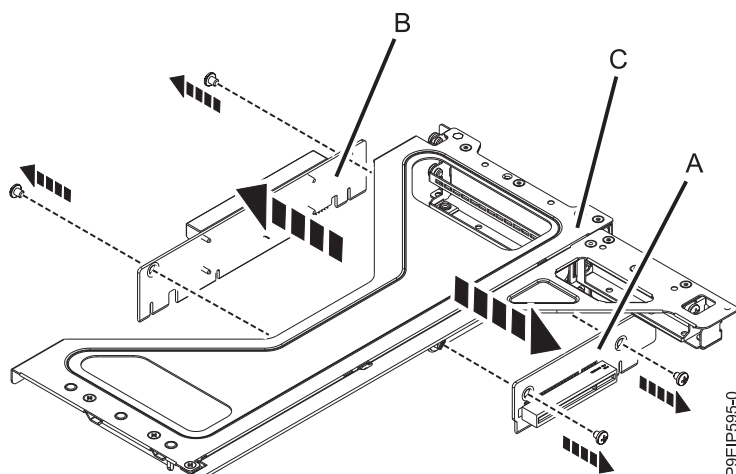

Figura 26. Removendo as placas riser PCIe do compartimento do adaptador PCIe
- Se for necessário remover as placas riser PCIe (A) ou (B), remova os parafusos que prendem a placa riser PCIe ao suporte do riser PCIe (C), conforme mostrado na Figura 26.